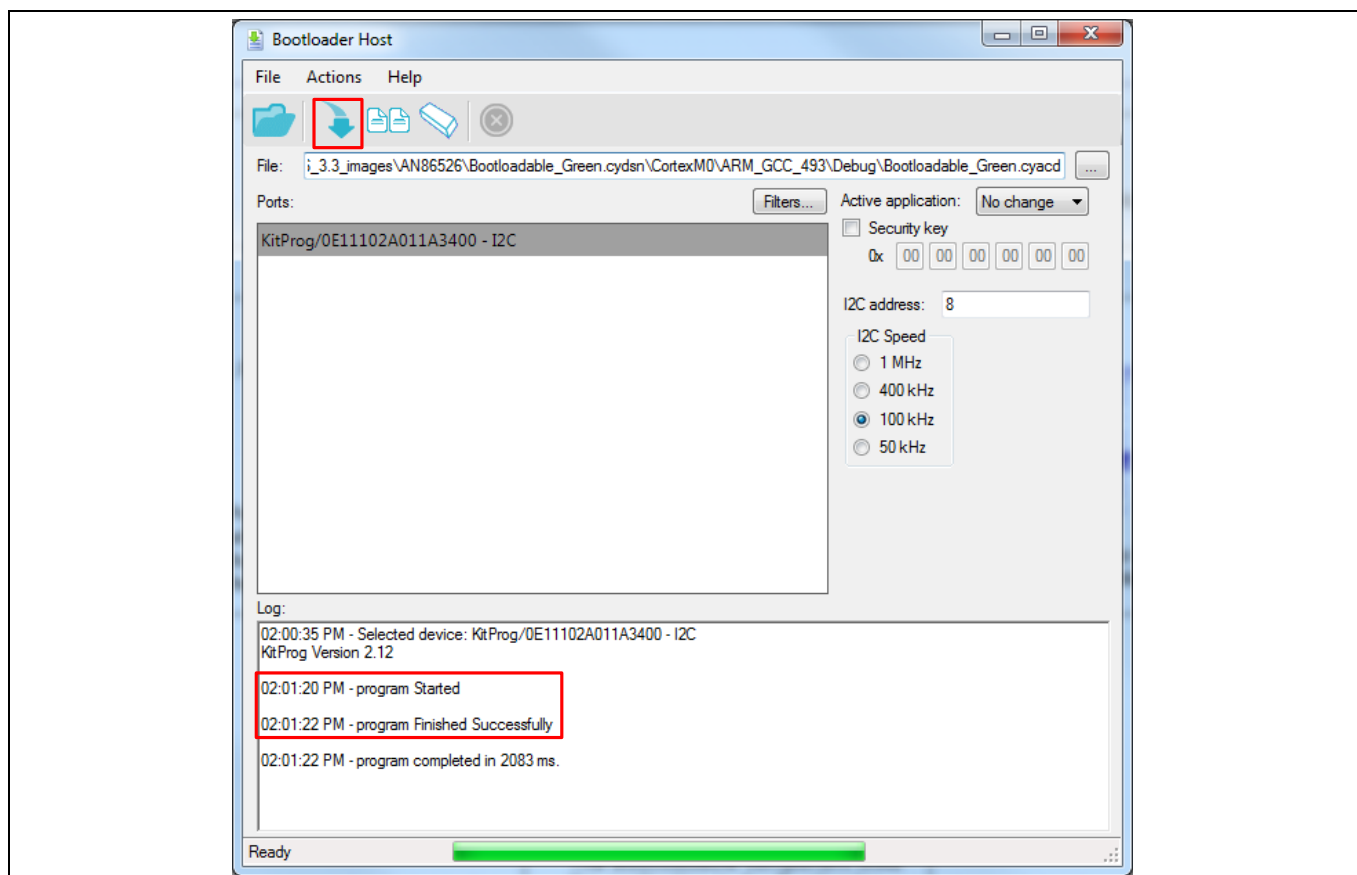

Figure 21 ブートローダブル プロジェクトのダウンロード
5. デバイスをブートロードするには、**Program** ボタンを押します。Figure 21 と同じような画面が開きます。